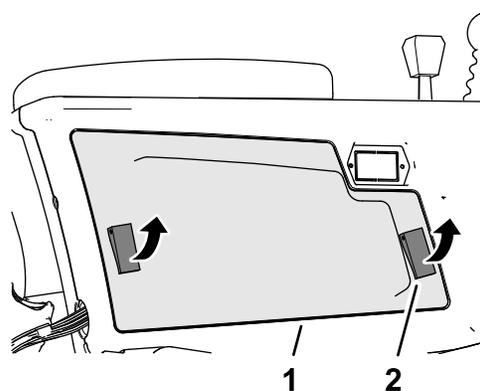

Figura 98
- Sbloccate i 2 fermi che fissano la protezione del braccio di comando al braccio di comando e rimuovete la protezione (Figura 98).